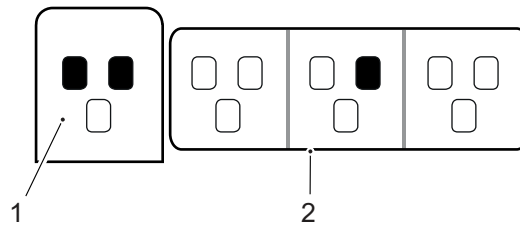

Fig. 3-37 Sélection du champ CAE
Lorsque le *bouton du champ CAE* est sélectionné, une fenêtre contextuelle présentant les différents champs CAE apparaît, voir **Fig. 3-37**. Pour activer les champs CAE, sélectionnez-les dans la fenêtre contextuelle (2) à droite. Tous les champs CAE activés sont montrés dans l'image (1). Pour désactiver les champs CAE, sélectionnez-les à nouveau dans la fenêtre contextuelle (2).